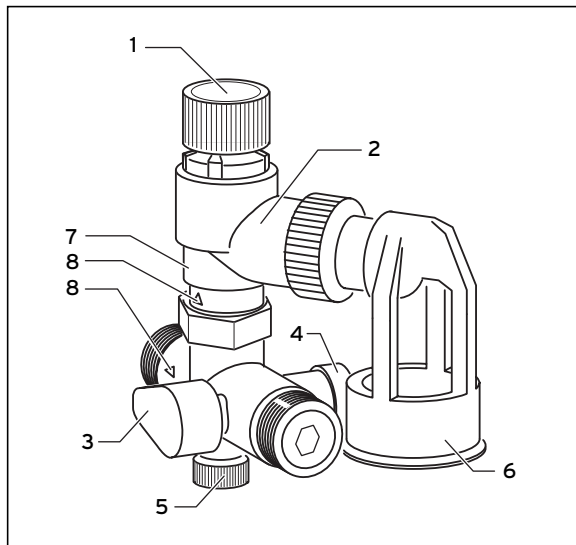

Fig. 3.1 Grupul de siguranță
Dacă nu este instalat un vas de expansiune pentru apă menajeră, la încălzirea boilerului de apă caldă din pâlnia (6) ventilului de siguranță (7) iese apă, a cărei cantitate depinde de cantitatea de apă din boilerul de apă caldă și creșterea de temperatură (vezi fig. 3.1).
Robinetul de închidere (3) întrerupe alimentarea boilerului de apă caldă cu apă rece (vezi fig. 3.1).
- Montați grupul de siguranță între conducta de apă rece și boilerul de apă caldă. Săgeata trebuie să indice sensul de scurgere (vezi fig. 3.1, **8**).
- Scoateți grupul de siguranță (vezi fig. 3.1).